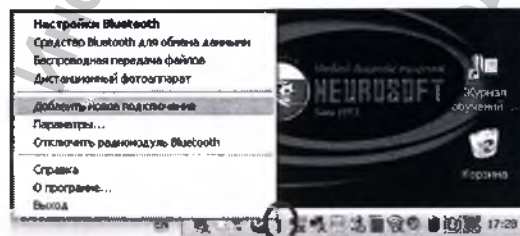

Рис. 10
8. Запустите мастер подключения, щелкнув правой кнопкой мышки по значку «Bluetooth», и выберите команду **Добавить новое подключение** (рис. 10).